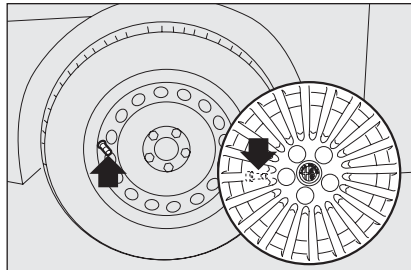

fig. 11
- placer l'enjoliveur sur la jante de la roue en faisant coïncider le symbole  imprimé à l'intérieur de l'enjoliveur, à la valve de gonflage **fig. 11**;